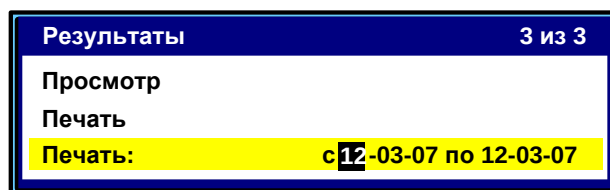

Рисунок 19 – Режим ввода периода печати
4.6.4.1 В режиме ожидания нажать кнопку **[*]**, выбрать пункт меню **«Результаты»** → **«Печать»** и нажать кнопку **[Режим]**. Аппарат переходит в режим ввода периода печати (см. рисунок 19).